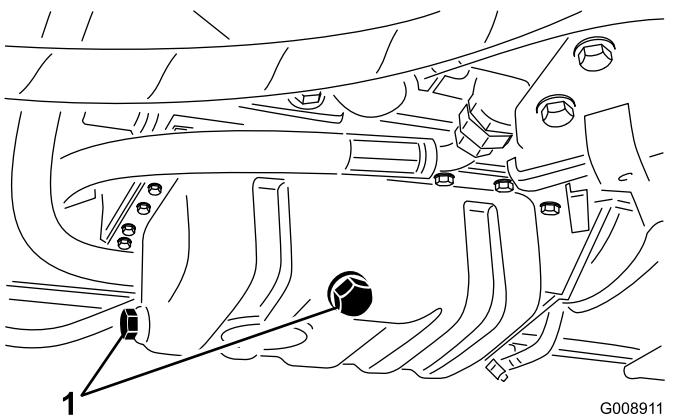

Figura 65
- Togliete un tappo di spurgo (Figura 65) e lasciate defluire l'olio in una bacinella; quando l'olio smette di defluire, montate il tappo di spurgo.